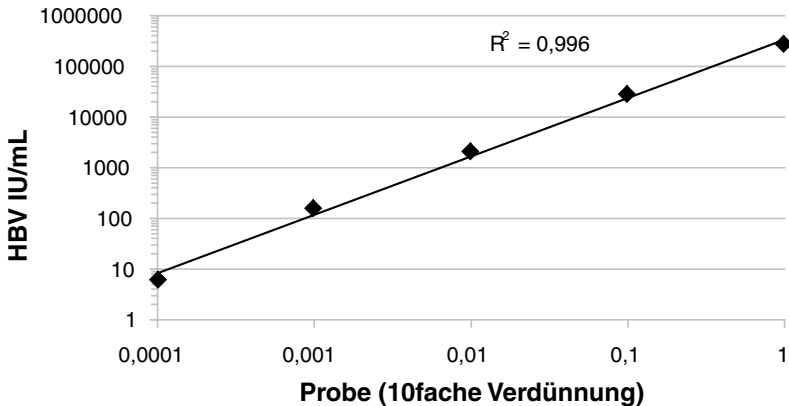
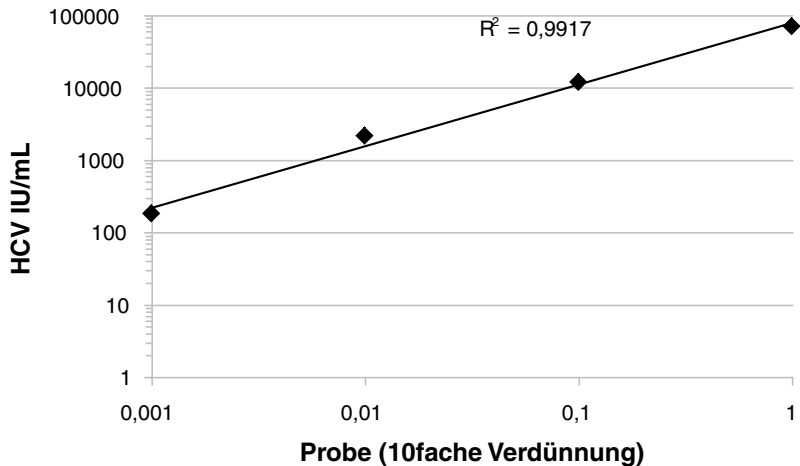

Abbildung 1 Verdünnungsreihe einer Plasmaprobe mit hoher HBV-Viruslast.
Abbildung 2 Verdünnungsreihe einer Plasmaprobe mit hoher HCV-Viruslast.
Der lineare Bereich des **NucleoSpin® Dx Virus** -Verfahrens wurde für HCV-RNA und HBV-DNA in Downstream-Diagnostikassays (Abbildung 1 und Abbildung 2) bestimmt. Das Kit weist über mehrere Größenordnungen hinweg eine Linearität auf und umfasst relevante Virustiter für diagnostische Zwecke. Die Reproduzierbarkeit innerhalb eines Laufs wurde mit RT-qPCR von MS2-RNA und qPCR von T7-DNA getestet. Für sechs Spike-Mengen – jeweils in dreifacher Ausführung, die mehrere Größenordnungen abdeckt – betrug der Variationskoeffizient (CV) der Cp-Werte 0,2–0,9 % für T7-DNA und 0,6–5,6 % für MS2-RNA. Die Reproduzierbarkeit zwischen verschiedenen Läufen wurde in 2 unabhängigen Läufen getestet. Bei jeweils 6 Plasmaproben betrug der Unterschied zwischen den durchschnittlichen Ct-Werten der beiden Läufe 0,1 Zyklen, was einem Unterschied von 0,4 % zwischen den durchschnittlichen Ct-Werten der beiden Läufe entspricht. Die Reproduzierbarkeit zwischen verschiedenen Chargen wurde mit drei Chargen des NucleoSpin® Dx Virus getestet. Für jede Charge (n= 6) wurde gDNA aus Plasmaproben isoliert. Der durchschnittliche Ct-Wert für die drei getesteten Chargen betrug 27,63 Ct mit einer Standardabweichung von 0,07 Ct-Wert. In einem ähnlichen Ansatz wurde ein MS2-RNA-Spike aus Plasmaproben isoliert und mittels qRT-PCR analysiert. Der durchschnittliche Ct-Wert für die drei getesteten Chargen betrug 25,34 Ct mit einer Standardabweichung von 0,25 Ct-Wert.